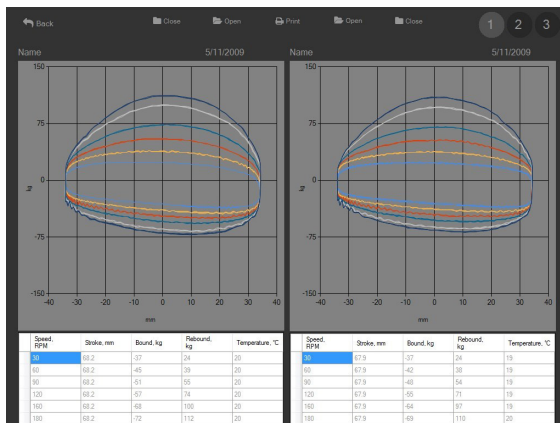

Рис. 20 – Окно сравнения результатов
10. Результаты тестирования можно сравнивать в любое время. Нажмите «Окно сравнения результатов» в главном меню. В открывшемся окне (рис. 20) имеются две области, куда могут